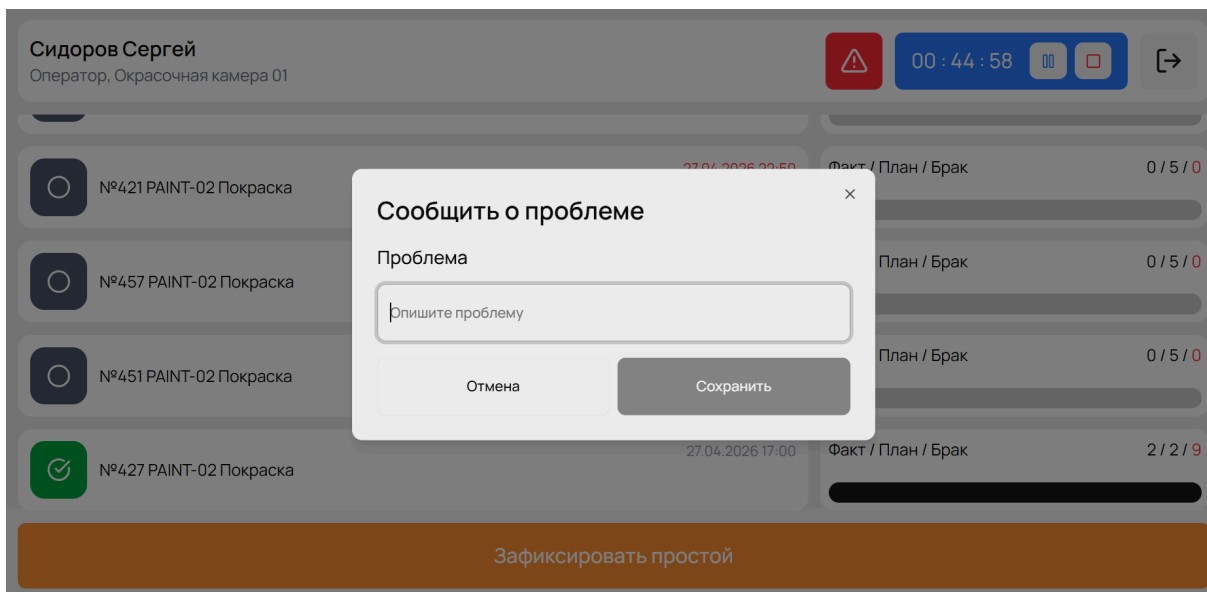

Рисунок 13 - Сообщение о проблеме
2. Введите текстовое описание проблемы (Рисунок 13).